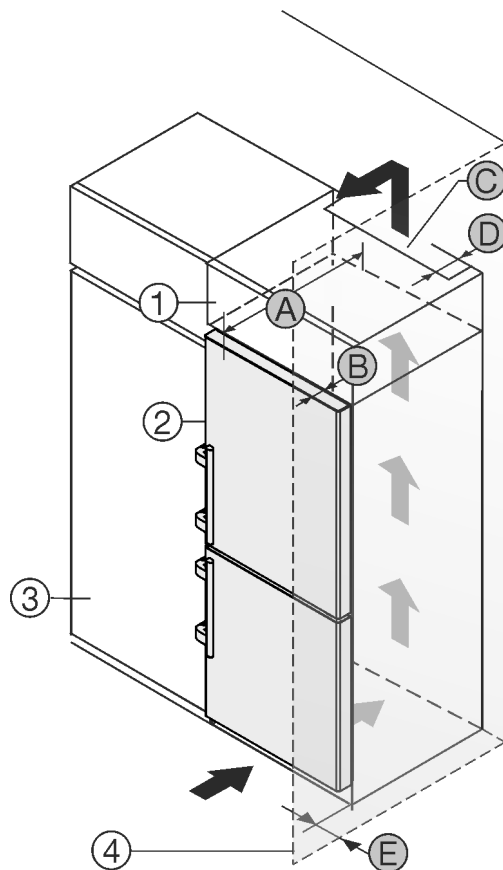

Fig. 2
- (1) Aufsatzschrank\*
- (2) Gerät\*
- (3) Küchenschrank\*
- (4) Wand\*
- (A) Gerätetiefe\*
- (B) Türtiefe\*
- (C) Belüftungsquerschnitt\*
- (D) Abstand Geräterückseite\*
- (E) Abstand zur Geräteseite\*
Sie können das Gerät direkt neben dem Küchenschrank Fig. 2 (3) aufstellen.\*
An der Rückseite des Aufsatzschrankes muss ein Abluftschacht mit der Tiefe Fig. 2 (D) über die gesamte Aufsatzschrankbreite vorhanden sein.\*
Unter der Raumdecke muss der Entlüftungsquerschnitt Fig. 2 (C) eingehalten werden.\*
Wenn Sie das Gerät mit den Scharnieren neben einer Wand Fig. 2 (4) aufstellen, dann muss der Abstand zwischen Gerät und Wand mindestens 57 mm betragen. Dies entspricht dem Griffüberstand bei geöffneter Tür.\*
Damit Sie die Tür vollständig öffnen können, muss das Gerät um die Türtiefe Fig. 2 (B) gegenüber der Küchenschrankfront vorstehen. Abhängig von der Tiefe der Küchenschränke Fig. 2 (3) und Verwendung von Wandabstandshaltern kann das Gerät weiter herausragen.\*